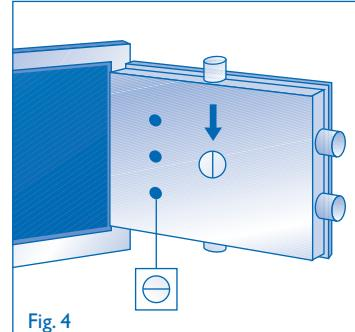

Fig. 4
- A) Vérifier que la vis de changement de la combinaison soit avec l'incision en vertical, au cas contraire la tourner en cette position (Fig. 4).